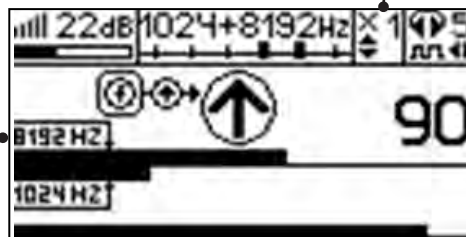

Рис. 8.5
4. «Назначение» производится нажатием кнопки **f** при расположении датчика точно над «выделенной» коммуникацией, считающейся «своей». После этого указатель направления сигнала приобретает вид - (↓). При переходе на «чужую» коммуникацию с другим «направлением сигнала» (или при изменении положения датчика на «обратное») раздастся звук и стрелка покажет «направление сигнала - назад (↓)» (рис. 8.5)